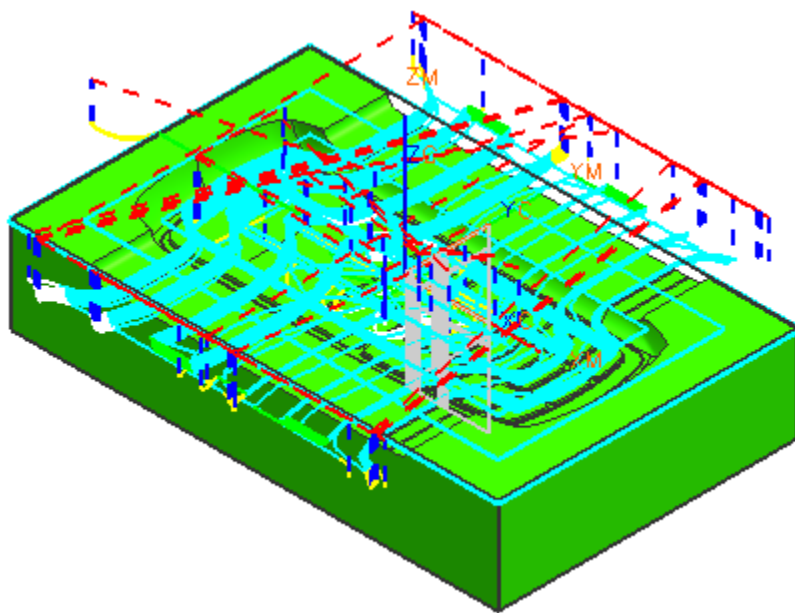

图 9-179
- 单击 , 生成如图 9-179 所示的刀轨, 单击 O K。